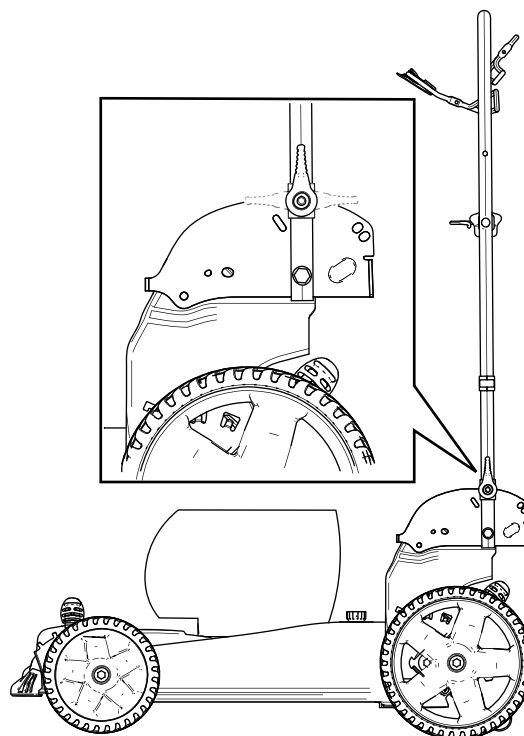

**Figura 18**
1. Retire el botón de arranque eléctrico (Figura 18).